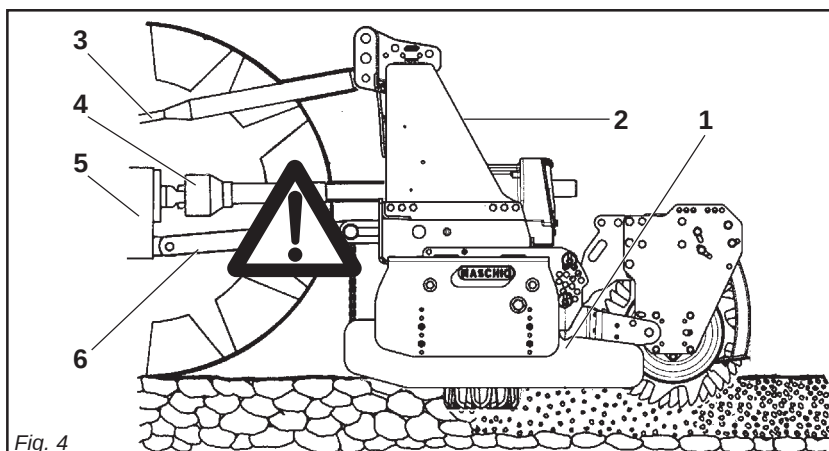

Fig. 4
- 25) È assolutamente vietato interpersi tra il trattore e la macchina (Fig. 4) con motore acceso e cardano inserito nonché senza aver azionato il freno di stazionamento. Mantenersi ad una distanza di sicurezza dalla macchina in lavoro, per possibili lanci di corpi contundenti.
- 29) È assolutamente vietato interpersi fra il trattore e l'attacco della macchina per manovrare il comando dall'esterno per il sollevamento (Fig. 4).
- 25) Es ist absolut verboten, bei laufendem Motor und eingeschalteter Gelenkwelle zwischen den Schlepper und das Gerät zu treten (Abb. 4). Dazu muß die Feststellbremse gezogen werden. Achten Sie bei der Arbeit mit der Maschine auf den nötigen Sicherheitsabstand aufgrund der Auswurfgefahr stumpfer Gegenstände.
- 29) Es ist absolut verboten, zwischen den Schlepper und den Anschluß zu treten, um die Aushebung von außen zu betätigen (Abb. 4).
- 29) Está absolutamente prohibido colocarse entre el tractor y el enganche para maniobrar el mando desde el externo en la fase de elevación (Fig. 4).